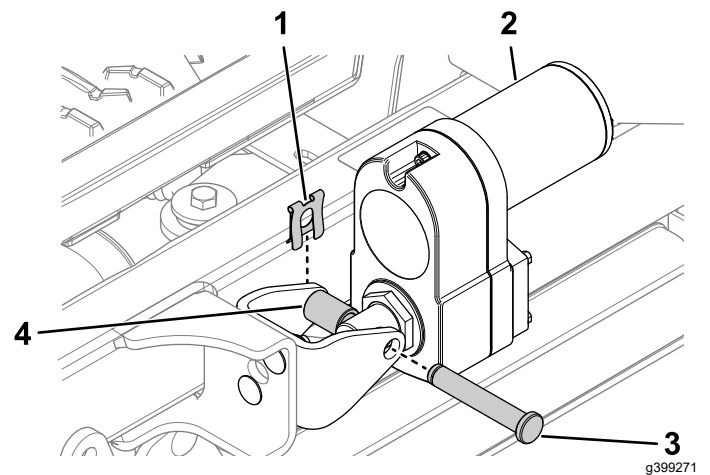

Figure 25
3. Fixez l'actionneur à son support avec l'axe de chape, l'entretoise en aluminium et le clip à goupille, comme montré à la Figure 25.